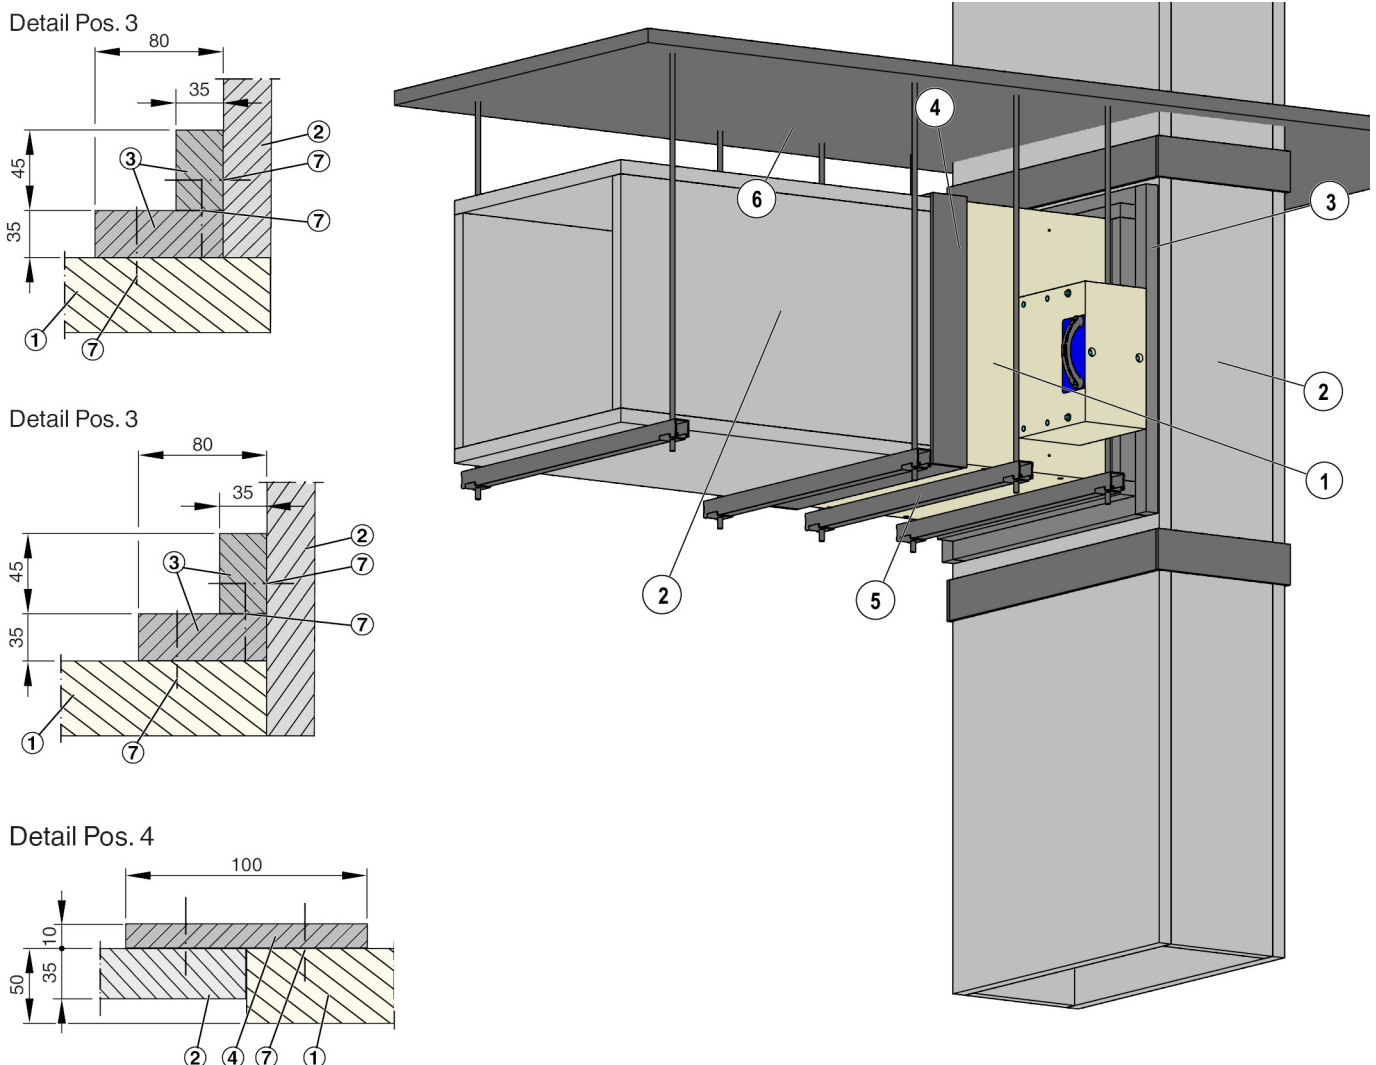

Abb. 19: Einbau abgehend von vertikalen feuerwiderstandsfähigen Entrauchungsleitungen, Klassifizierungsindex: V_{ed}
2. ▶ Riegel (Abb. 19 /3) zwischen feuerwiderstandsfähiger Entrauchungsleitung und Entrauchungsklappe herstellen. Dazu die Riegel an den Stossstellen, an der Entrauchungsleitung und an der Entrauchungsklappe verkleben und mit Stahldrahtklammern, Abstand $\leq 150 \text{ mm}$, verbinden.